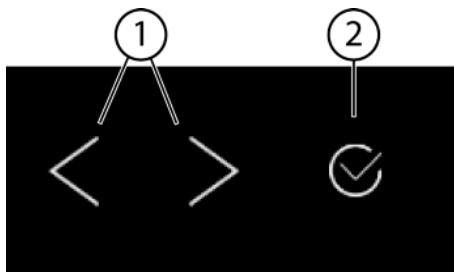
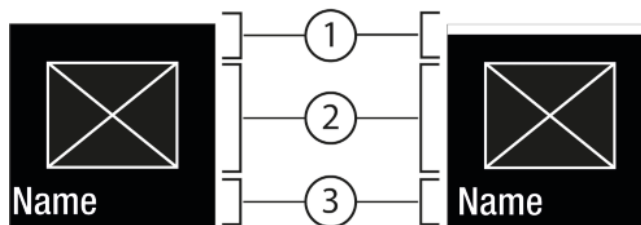
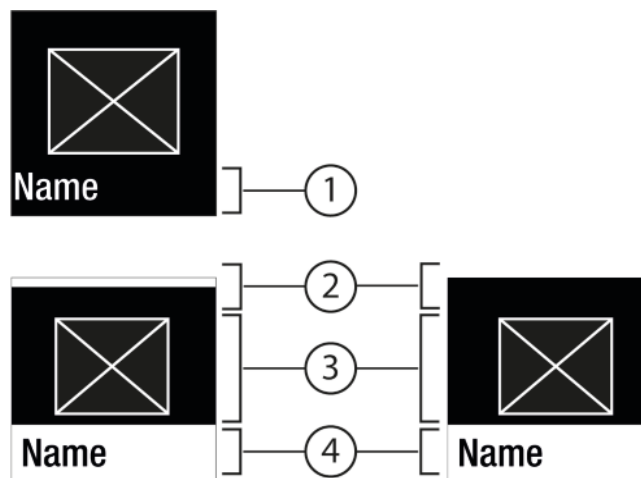

Fig. 5
Fig. 6
Fig. 7
- (1) Навігаційна стрілка ліворуч/праворуч (2) Підтвердити
Навігаційна стрілка ліворуч/праворуч: Fig. 5 (1):
Підтвердження Fig. 5 (2):
- Переходити навігаційною стрілкою ліворуч/праворуч Fig. 5 (1).
- Через Підтвердити Fig. 5 (2) функцію / налаштування активувати Fig. 6 (1) / деактивувати Fig. 6 (1).
- Натиснувши Підтвердити Fig. 5 (2) викликати підменю Fig. 7 (4).
- Налаштувати нове значення: Натиснувши Підтвердити Fig. 5 (2) вибрати деактивоване значення Fig. 6 (1).
- Назад в меню: Натиснувши Підтвердити Fig. 5 (2) вибрати вже активоване значення Fig. 6 (2).
- ▶ Натискайте навігаційні стрілки Fig. 5 (1) до появи функції.
- ▶ Натисніть Підтвердити Fig. 5 (2).
- ▶ Навігаційною стрілкою Fig. 5 (1) вибрати значення налаштування.
- ▷ Статус: активовано Fig. 6 (1) з'являється скоро в підменю Fig. 7 (4).
- ▶ Натискайте навігаційні стрілки Fig. 5 (1) до появи налаштувань .
- ▶ Натискайте навігаційні стрілки Fig. 5 (1) до появи потрібного налаштування.
- ▶ Підтвердити Fig. 5 (2) утримувати натиснутим протягом 3 секунд.